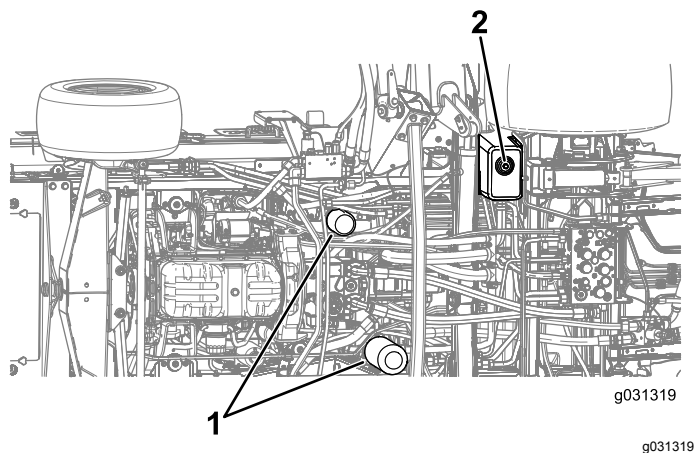

Figura 129
4. Retire el tapón de vaciado de la parte inferior del depósito y deje que se drene el fluido hidráulico al recipiente (Figura 129).
7. Coloque un recipiente debajo del filtro y retire el filtro (Figura 129).